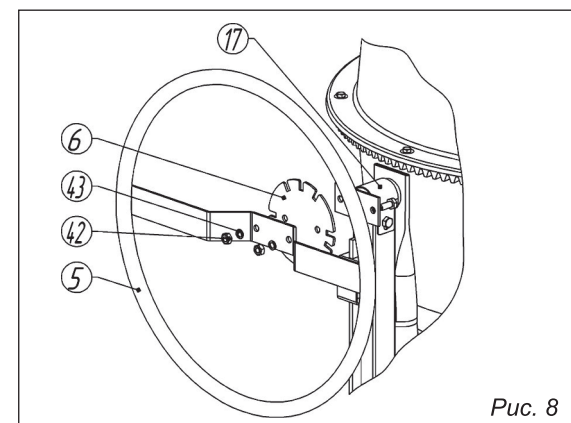

Рис. 8
6.5. Установка штурвала (рис. 8)